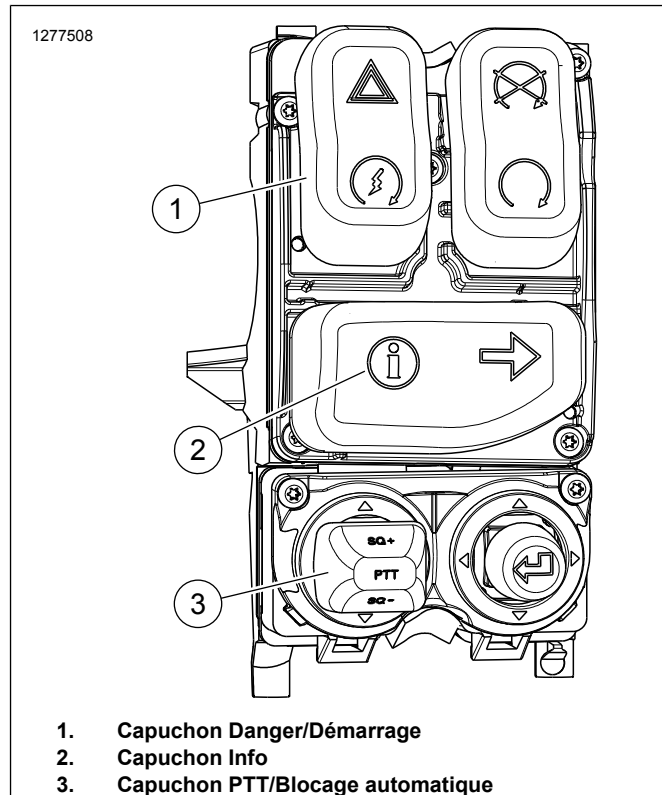

Figure 6. Commande de droite, modèles 2014 et ultérieurs (71500130C)
1. Consultez Figure 6 . Remplacer le module de commande de droite par le n° de pièce 71500130C. Consultez le manuel d'entretien.
- b. Consultez Figure 6 . Enlever le capuchon d'information (2) du nouveau module de commande.
- b. Consultez Figure 6 . Enlever le capuchon d'information (2) et le capuchon Danger/Démarrage (1) du nouveau module de commande.